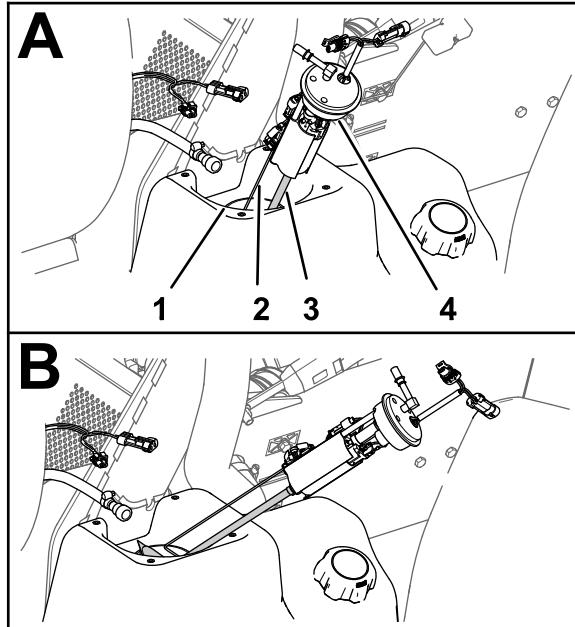

図 75
4. 燃料ポンプ / センダーユニットを回しながら慎重に燃料タンクの首から外す図 75。
- フロートのアームとピックアップチューブを支えながら、フロートと燃料フィルタを燃料タンク内に入れる図 75。
- 燃料ポンプ / センダーウニットを、燃料タンク内部に入れる図 75と図 76。
- 燃料ポンプ / センダーウニットおよび燃料タンクの首にシールとナットを取り付け、ナットを十分に締め付ける図 75。
- 燃料ポンプのフィッティングに燃料ホースのカップリングを接続する図 75。
- 燃料ポンプ / センダーウニットの2ピンコネクタを、車両用のワイヤハーネスの2ソケットコネクタに接続し燃料ポンプ / センダーウニットの2ソケットコネクタを、車両用のワイヤハーネスの2ピンコネクタに接続する図 75。